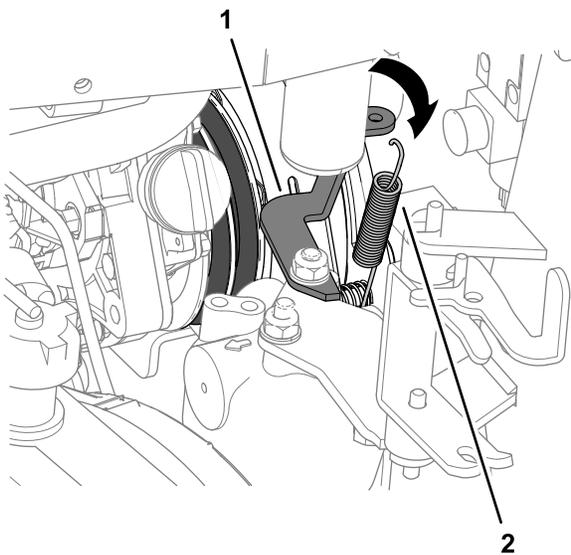

Figura 90
5. No lado do radiador, destranque a mola travão da embraiagem do suporte da mola (Figura 90).
4. Prenda a mola travão da embraiagem entre o parafuso da placa da embraiagem interior e o suporte da mola; consulte Figura 90 em Remoção das correias da PTO (página 69).